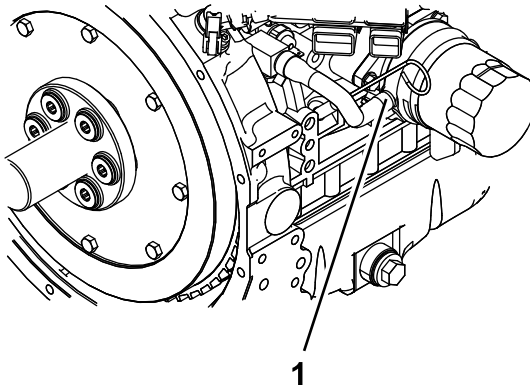

Figure 56
6. Débranchez le flexible de liquide de refroidissement du refroidisseur d'huile, et vidangez le liquide du bloc-moteur (Figure 56).